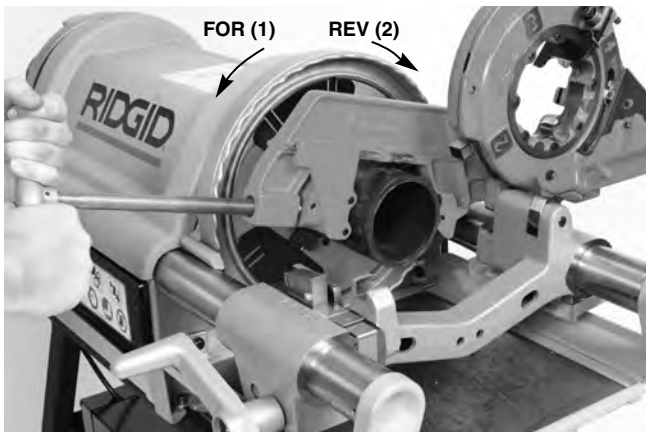

Figure 21 – Utilisation du coupe-tubes n° 764 et sens de rotation de la machine
4. Tenez la poignée de la vis d'avancement du coupe-tubes des deux mains (*Figure 21*).